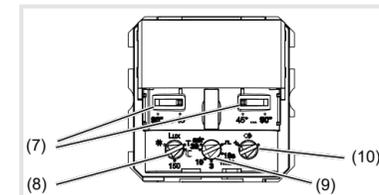

Bild 9: Einsteller und Potenziometer
Der Erfassungswinkel kann für die rechte und für die linke Seite je Einsteller (Bild 9, 7) zwischen 45° ... 90° eingeschränkt werden. Somit kann der Erfassungswinkel zwischen 90° bis ca. 180° liegen (Bild 5).
- Potenziometer Ansprechhelligkeit (Bild 9, 8) auf Position TEST einstellen.
- Potenziometer Nachlaufzeit (Bild 9, 9) in die gewünschte Position drehen.
- Potenziometer Empfindlichkeit (Bild 9, 10) in die gewünschte Position drehen.